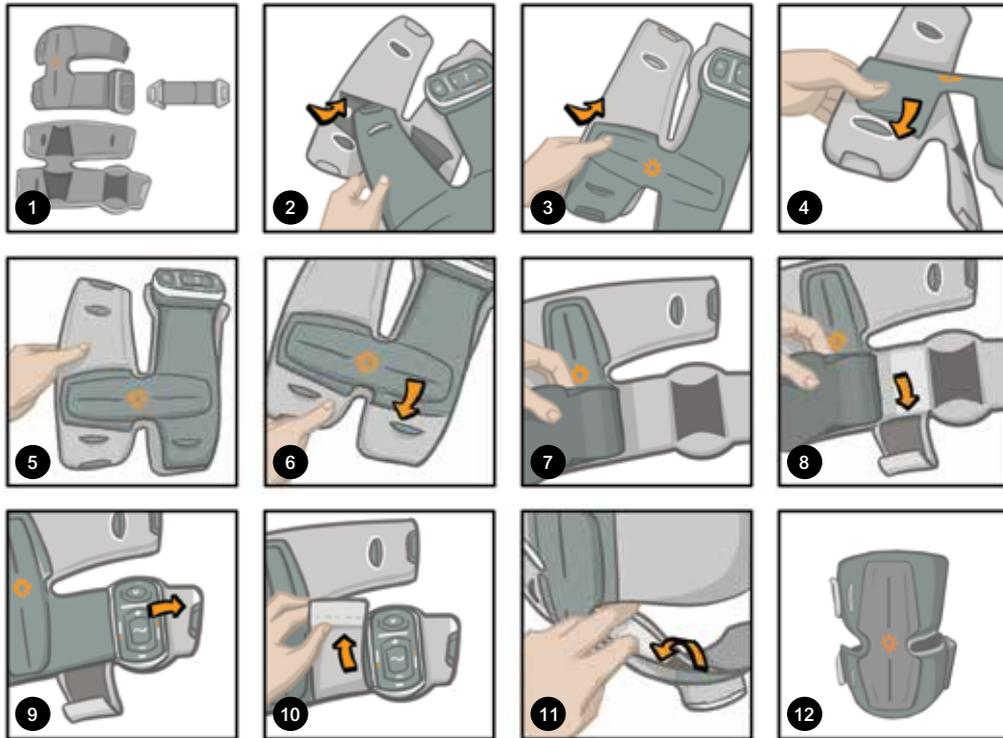

Ilustración 8-15: Sujeción de la cubierta de la banda de muslo para uso doméstico
1. Inserte primero el panel superior de la banda del muslo en la cubierta y sujete el bolsillo de Velcro alrededor del panel inferior. Consulte la ilustración 8-15.